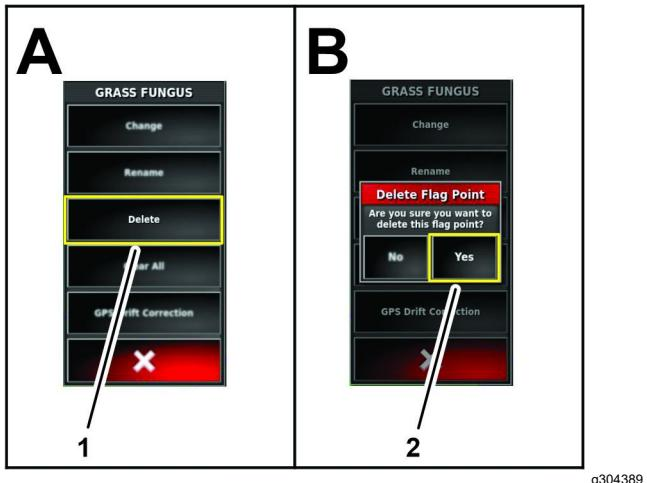

Figura 85
- Nel menu Modifica segnalazione, premete l'icona ELIMINA (Figura 85).
- Nella finestra di dialogo Elimina punto di segnalazione, premete l'icona Sì (Figura 85).